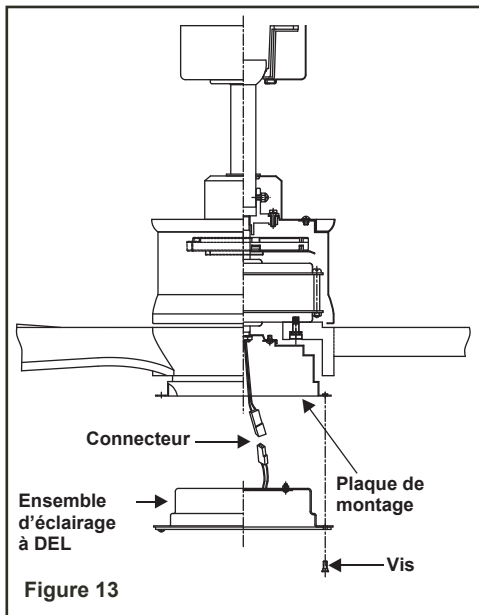

Figure 13
2. En tenant l'ensemble d'éclairage à DEL sous le moteur du ventilateur, branchez les connecteurs à deux broches : (Fig. 13)
3. Placez l'éclairage à DEL sur la plaque de montage. Alignez les trous de fixation avec les trous dans l'ensemble d'éclairage et dans la plaque de montage, puis fixez à l'aide des deux vis préalablement retirées. (Fig. 13)